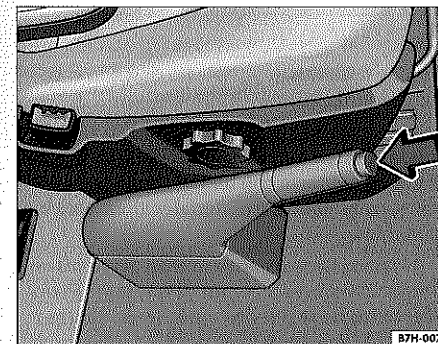

Fig. 99 En el lateral interior del asiento del conductor: freno de mano
- Presione el botón de bloqueo de la palanca en la dirección que indica la flecha ⇒ fig. 99.